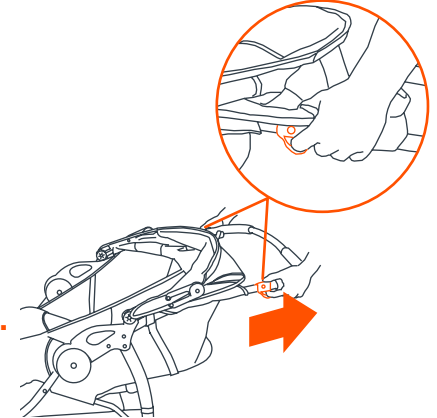
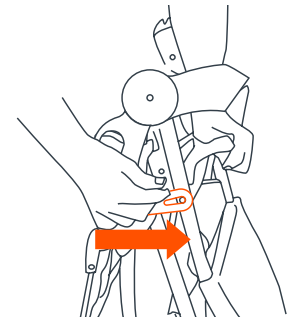

Fig. 18a
Fig. 18b
• El carrito se plega tirando simultáneamente de cada gatillo (Fig. 18a). Cuando se sueltan los pestillos para plegar el carrito, el manubrio comienza a caer al suelo. Suelte los botones para plegar el carrito y presione hacia abajo el manubrio hasta que el carrito esté completamente plegado. El carrito se asegura en la posición plegada por el bloqueo que está localizado en el lado derecho del carrito sobre el remache que sobresale del armazón (Fig. 18b).